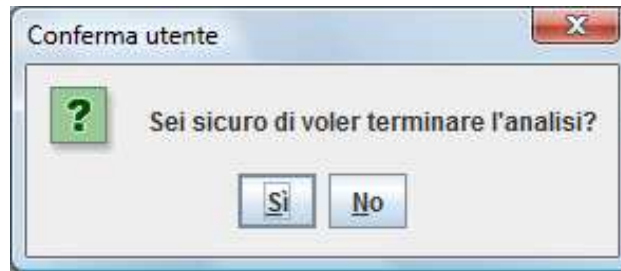

Fig. 19. MBS-MR – Finestra di stop e reset della stazione durante l'esecuzione della prova
- “Stop” per fermare la prova, confermando “OK” alla richiesta di stop e resettaggio della stazione (fig. 19). In tale caso la prova viene interrotta e la stazione resettata,